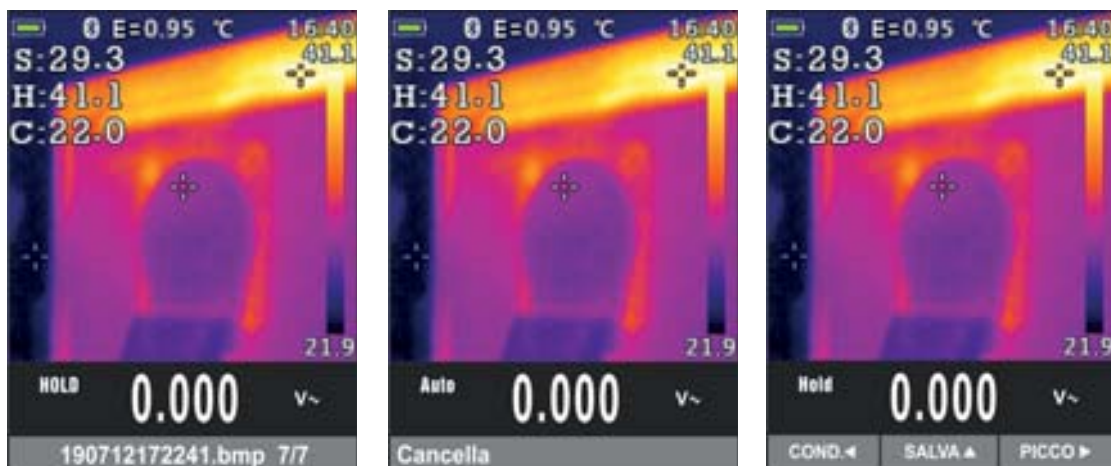

Fig. 46: Richiamo e cancellazione immagine IR
11. Entrare nel Menu generale per rivedere il risultato salvato (vedere Fig. 46 – parte sinistra)